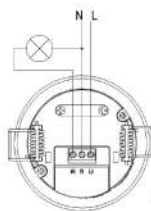

Рис.2
3. Подсоедините электропроводку к клеммной колодке согласно схеме (см. Рис. 2).